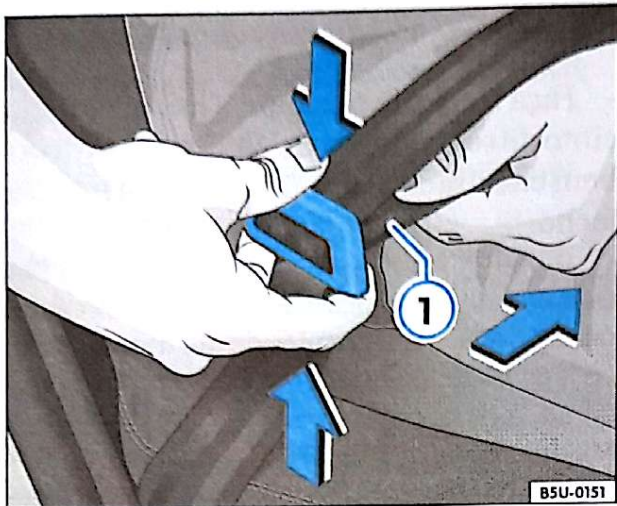
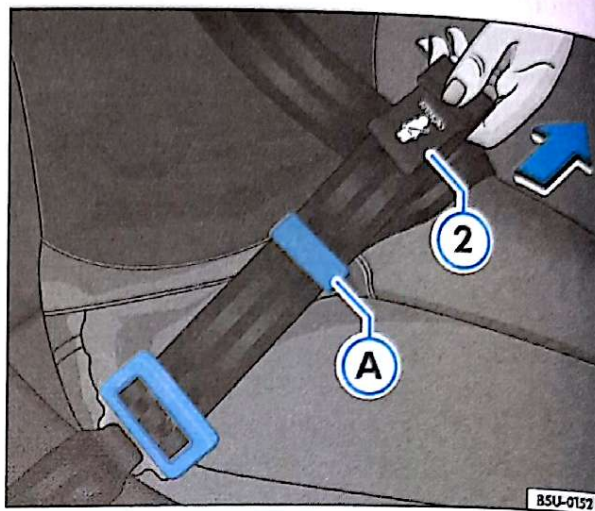

Fig. 11 Fivela do cinto: apertar para liberar
Fig. 12 Ajuste dos cadarços do cinto
- Mantenha pressionada a fivela conforme ilustrado ⇒ fig. 11 para desbloquear a trava e ajustar o comprimento do cinto.
- Alongue totalmente o cinto, puxando-o pela parte inferior ⇒ fig. 11 ①, na direção da seta. Assegure-se de que a etiqueta na extremidade do cinto ② fique visível, conforme indicado ⇒ fig. 12.
- Para ajustar o comprimento do cinto, puxe a parte superior (região em que se encontra a etiqueta) ⇒ fig. 12 ② na direção da seta, mantendo uma distância do passador A à fivela conforme ⇒ fig. 12 para facilitar o deslizamento do cadarço do cinto. Recomenda-se uma folga de até 5 cm na região do tórax, para efeito de conforto.
- Posicione o passador ⇒ fig. 12 A o mais próximo possível da etiqueta na extremidade do cinto ⇒ fig. 12 ②.